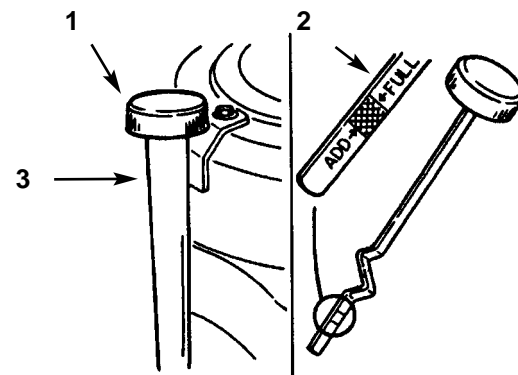

Fig. 33
3. Pulite attorno all'asta di misurazione del livello dell'olio (Fig. 33) perché lo sporco non penetri nel foro di riempimento, danneggiando il motore.
4. Svitare l'asta di misurazione dell'olio e pulitene l'estremità di metallo (Fig. 33).
fondo sul tubo di riempimento (Fig. 33). Svitare di nuovo l'asta ed osservarne l'estremità di metallo: se il livello dell'olio è basso, versate lentamente nel tubo di riempimento abbastanza olio da portare il livello alla tacca "FULL".
6. Versate lentamente nel tubo di riempimento (Fig. 33) circa l'80% del quantitativo di olio indicato. Ora verificate il livello; vedi *Verifica del livello dell'olio*, punti 4 e 5.